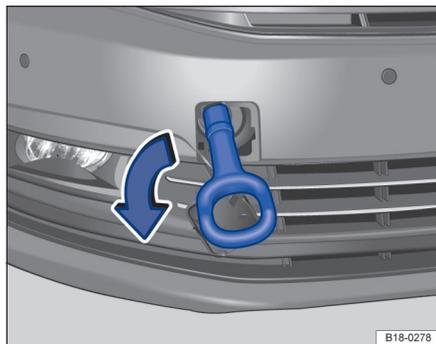

图 201 在保险杠的右前部：安装牵引环
- 将牵引环朝箭头方向拧入螺纹孔内，直到限位位置⇒图 201。